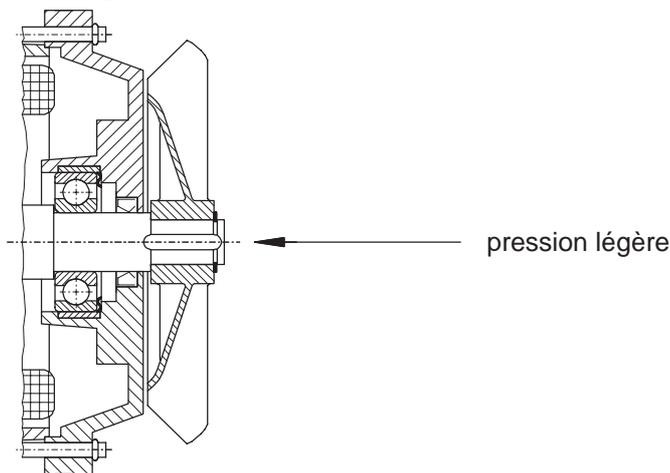

Figure 6.11.2-2: Pression sur l'arbre moteur
- 7) Supprimez la contrainte du palier en exerçant une légère pression à la main sur l'extrémité d'arbre; voir la figure 6.11.2-2 "Pression sur l'arbre moteur".